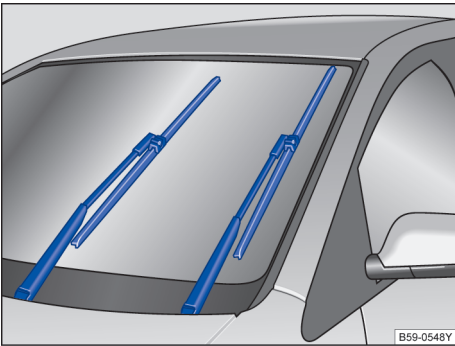

图 128 处于保养位置的刮水片
- 将风窗玻璃刮水器拨杆向下拨至点动刮水位置。使刮水器处于保养位置→ 图 128。